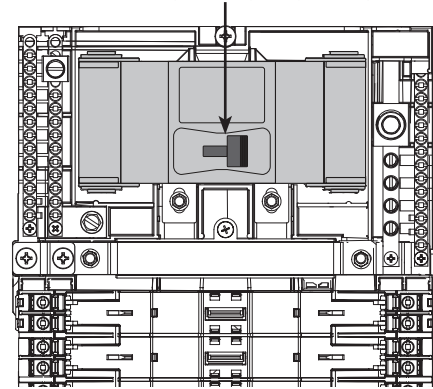

Fig. 2
3. Loosen the lug screw to accept the wire (see fig. 2).
3. Desserrer la vis de la cosse pour pouvoir insérer le fil (*fig. 2*).